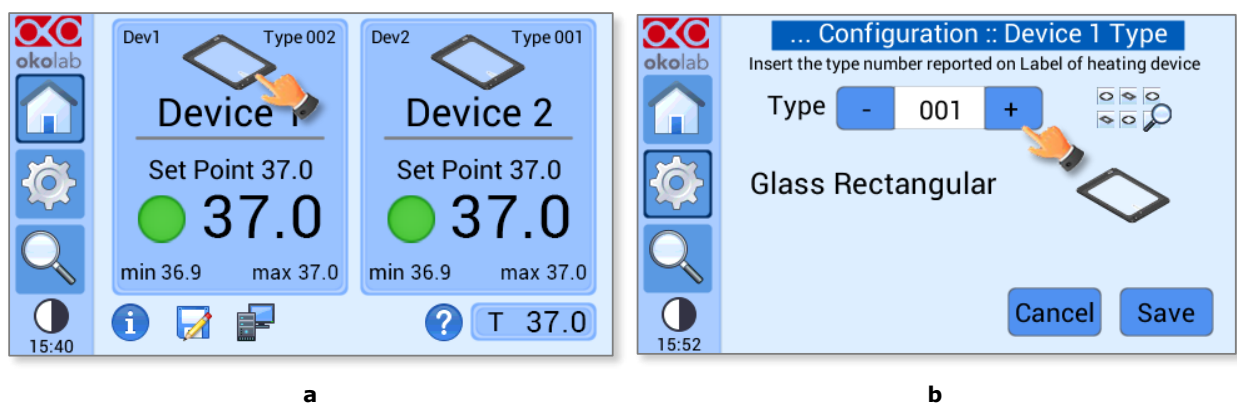

Figure 22. Sélection du type de dispositif à partir de la page d'accueil (a - b).
- l'icône *Device* (Dispositif) sur la page d'accueil (voir Figure 22 a). Le sous-menu de configuration du type de dispositif apparaît (voir Figure 22 b).